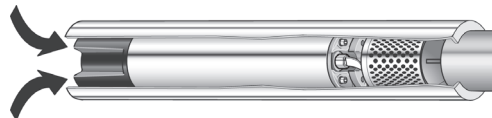

Figure 6-1 : Chemise de refroidissement
- ⇒ Installez une chemise de refroidissement (voir figure 6-1).